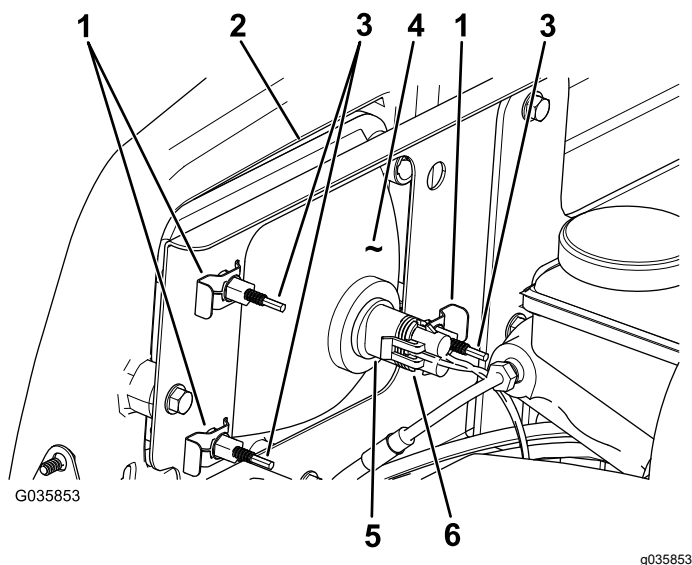

Figura 41
3. Scollegate il connettore elettrico del cablaggio dal connettore del gruppo luci (Figura 41).
4. Togliete i fermagli che tengono bloccato il faro anteriore sulla relativa staffa (Figura 41).
5. Rimuovete il gruppo faro anteriore spostandolo in avanti attraverso l'apertura nel paraurti anteriore (Figura 41).
6. Montate il nuovo faro anteriore attraverso l'apertura nel paraurti (Figura 41).
8. Collegate il connettore elettrico del cablaggio al connettore del nuovo gruppo luci (Figura 41).
2. Sul retro del gruppo faro, ruotate le viti di regolazione (Figura 41) per ruotare il gruppo faro e allineare la posizione di getto del fascio.